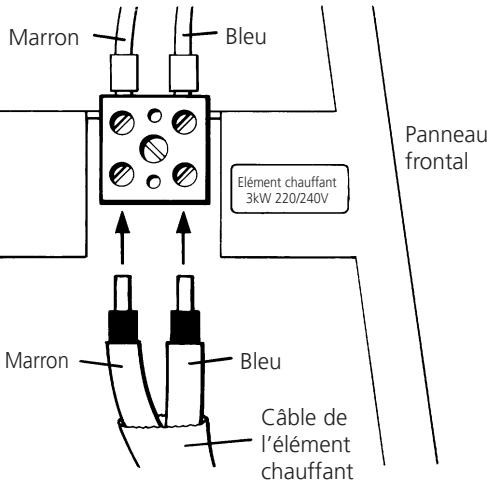

Figure 3a
- Brancher les câbles de l'élément chauffant selon la **figure 3a**.
Voir **figure 3a** et **3b** pour la connection du câble électrique.